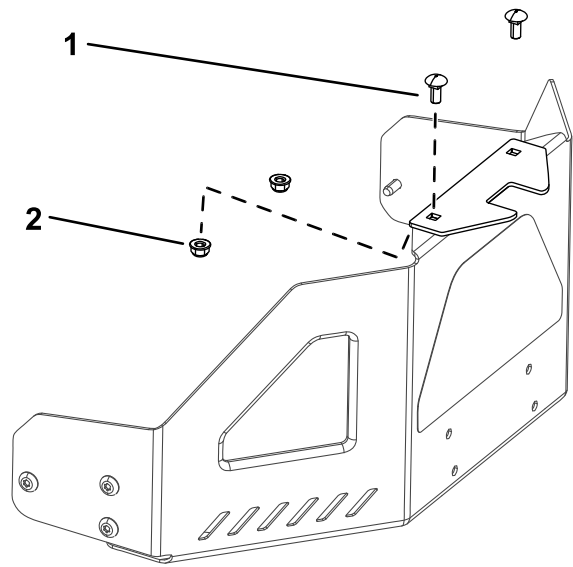

Figura 5
1. Montate la staffa di stabilizzazione sulla protezione del motore utilizzando 2 bulloni a testa tonda (5/16" x 3/4") e 2 dadi di bloccaggio (5/16") (Figura 5).